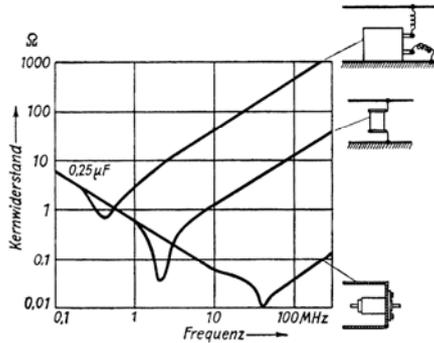
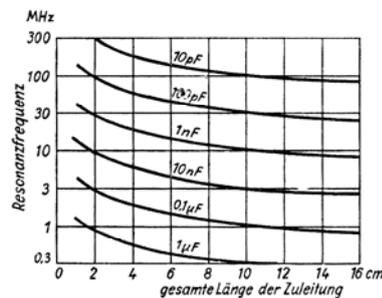
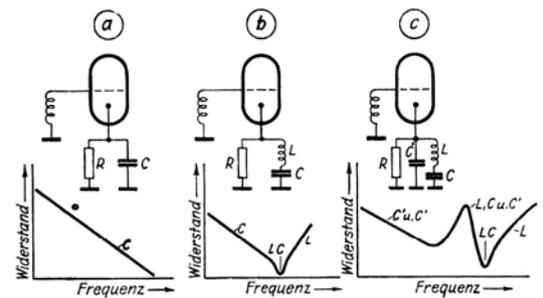

Bild 19. Die Eigenfrequenzen verschiedener Kondensator-Ausführungen.
Bild 20. Die Resonanzfrequenzen von Wickelkondensatoren normaler Bauart.
Bild 21. Die Einwirkung von Kapazität und Selbstinduktion auf die Frequenzkurve.
ktivität des Kondensatorwickels als unveränderlich gegeben annehmen und braucht daher bei der Feststellung seiner Resonanzfrequenz in erster Linie nur auf die Länge der Zuleitungen Rücksicht zu nehmen. Die Resonanzfrequenzen für normale, nichtinduktive Wickelkondensatoren sind für eine Reihe verschiedener Kapazitätswerte in Bild 20 zusammengestellt. Nimmt man an, daß moderne Kondensatoren etwa den Kernwiderstandsverlauf und die Dämpfung wie der mittlere Kondensator (mittlere Kurve) in Bild 19 aufweisen und daß der Kernwiderstand unter 1 Ω bleiben soll, so würde man den Kondensator beispielsweise innerhalb eines Frequenzbereiches von 1:10 verwenden können (z. B. von rund 0,8 bis 8 MHz). Bei höheren Frequenzen macht einem der dann steigende Wechselstromwiderstand der Induktivität einen Strich durch die Rechnung. Man geht also so vor, daß man zunächst einmal für die niedrigste Frequenz, für die der Kondensator einen höchsten bestimmten Wechselstromwiderstand haben soll, dessen Kapazität ermittelt (hierfür gibt es Tabellen). Nimmt man dann an, daß die Eigenfrequenz des Kondensators etwa, beim fünffachen dieser niedrigsten Frequenz liegt, so kann man aus Bild 20 die höchstens zulässige Zuleitungslänge ersehen und dann annehmen, daß bis zum zehnfachen der niedrigsten Frequenz der Kondensator noch brauchbar arbeitet. Bei Kondensatoren niedriger Dämpfung, oder wenn man einen größeren Kernwiderstand zulassen kann, kommt man zu einem größeren brauchbaren Bereich (in Bild 19 z. B. für 10 Ω auf ungefähr 1:100
Um einen größeren Frequenzbereich zu erfassen, erweist es sich meistens als zweckmäßig, zwei Kondensatoren mit entsprechend weit auseinanderliegenden Eigenfrequenzen einander parallel zu schalten. Um sich über die dann auftretenden Vorgänge klar zu werden, muß man sich über das Zusammenwirken der verschiedenen erwünschten und unerwünschten Bestandteile solcher Schaltungskombinationen klar zu werden suchen, was an Hand von Bild 21 geschehen soll. In Bild 21a ist angenommen, daß überhaupt keine Selbstinduktion vorhanden sei. Dann wird der Überbrückungskondensator C, der die Aufgabe hat, parallel zu dem Widerstand R einen Wechselstromnebenschuß zu schaffen, einen mit der Frequenz abfallenden Widerstand aufweisen (Kurve unter Bild 21a). Hat der Kondensator jedoch eine Induktivität L (Bild 21b), so weicht in der Nähe der Resonanzfrequenz, bis zu der C praktisch allein wirkt, der Widerstand nach kleineren Werten, als zu erwarten, ab (LC), jenseits der Resonanz steigt der Widerstand wieder (induktiver Bereich L). Schaltet man nun einen Kondensator C' vernachlässigbar kleiner Selbstinduktion parallel zu C, so entsteht der in Bild 21c wiedergegebene Schwingkreis, und zwar ist einmal ein aus L, C und C' bestehender Parallelschwingkreis vorhanden, bei dessen Eigenresonanz der Widerstand hoch wird (Sperrkreiswirkung), und dann folgt erst die Serienresonanz wie in Bild 21b und endlich wieder der auf L zurückzuführende Anstieg der Widerstandskurve. Hat schließlich auch der parallelgeschaltete Kondensator C' eine Eigeninduktivität L', so gibt es eine Resonanz für C, C' L und L', eine für C, L und L', eine für C', L und L', ein für C und L und schließlich eine für C' und L', wovon die ersteren Parallelresonanzen, mit ansteigendem Widerstand, und nur die beiden letzteren Serienresonanzen, mit geringem Resonanzwiderstand, sind. Noch komplizierter kann die Sache werden, wenn man auch noch die ja u. U. gleichfalls vorhandene Induktivität des Widerstandes mit seinen Zuleitungen in die Rechnung mit einbezieht. Immerhin wird man in der Praxis kaum fehlgehen, wenn man die Serienresonanzkurven zweier evtl. parallel zu schaltender Kondensatoren — unter Außerachtlassen von Parallelresonanzen — ungefähr aneinander anschließen läßt. Hat man z.B. einen Widerstand von 1000 Ω zu „überbrücken“ und nimmt an, daß man einen Hf-Nebenwiderstand von höchstens 10 Ω zuläßt, so muß man für eine Frequenz von 100 kHz etwa 0,2µF nehmen. Entsprechend unserer obigen Annahme würde der Kondensator dann bei etwa 500 kHz seine Resonanz haben müssen, d. h. nach Bild 20 mit zwei Zuleitungen von je unter 5 cm Länge angeschlossen werden müssen. Läßt man bis 1,5 MHz ein etwas höheres Ansteigen des Widerstandes zu, so wird man im Kurzwellenbereich dann von 2,5 bis 25 MHz mit einer Resonanz bei etwa
Das folgende Bild 19 soll uns zeigen, welche Bedeutung die Lage der Eigenfrequenz eines Kondensators hat. Hier sind die Resonanzkurven für einen alten „Postkondensator“ mit „Anschlußblocken“, für einen entsprechend Bild 11 aufgebauten und endlich für einen Durchführungs-Kondensator wiedergegeben, wobei der Kernwiderstand im wesentlichen dem Wechselstromwiderstand gleichzusetzen ist. Man erkennt, daß bis kurz vor der Eigenresonanz ein Kondensator eben als Kondensator arbeitet, daß bei der Resonanzfrequenz sein Wechselstromwiderstand kleiner wird, als man ursprünglich erwarten sollte, daß aber andererseits jenseits der Resonanzfrequenz, eben infolge des Vorhandenseins von Selbstinduktion, der Kernwiderstand wieder ansteigt und bald zu hohe Werte erreicht. Je niedriger die Dämpfung eines Kondensators ist, desto niedriger liegt der Resonanzwiderstand und über einen desto größeren Frequenzbereich ist der Kondensator auch brauchbar. Für Überschlagsrechnungen kann man die Induk-